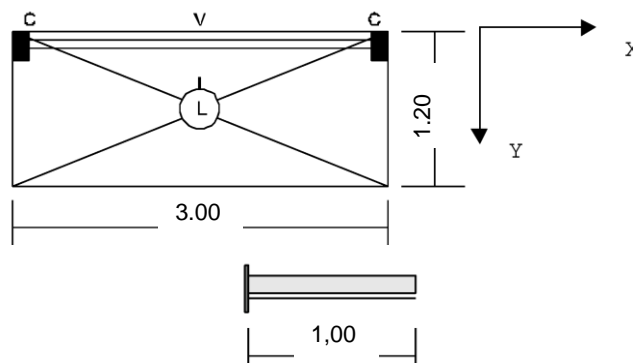

Figura 8: Planta de la columna correspondiente al ejercicio 2)
- 2) a) Diseñar la columna de sección rectangular indicada en la Figura 8 como C que pertenece a un edificio sometida a las siguientes cargas: